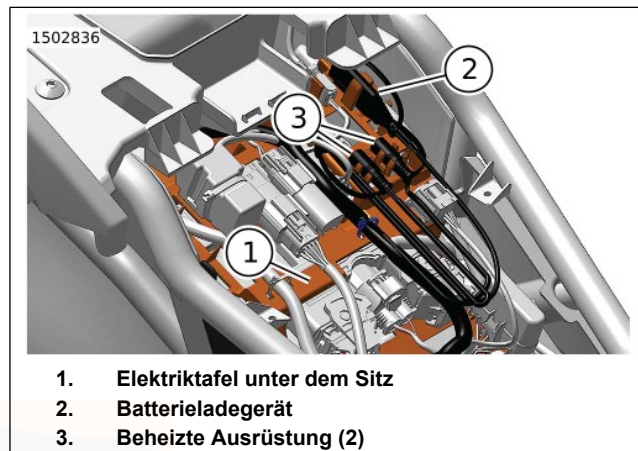

Abbildung 49. Unter dem Sitz
Abbildung 49 Die Steckverbinder für beheizte Ausrüstung (3) befinden sich in der Elektrihtafel unter dem Sitz (1). Um Schäden während des Betriebs zu vermeiden, müssen die Steckverbinder für beheizte Ausrüstung ordnungsgemäß verlegt werden.
2. Abbildung 49 Die unter dem Sitz versteauten Steckverbinder für beheizte Ausrüstung (3) aus der Elektrietafel (1) entfernen.